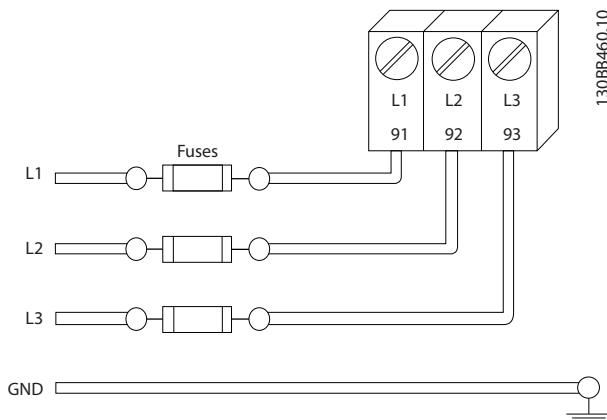

Рисунок 2.4 Предохранители преобразователя частоты
- Все преобразователи частоты должны быть оборудованы системой защиты от короткого замыкания и перегрузки по току. Для реализации такой защиты следует использовать входные предохранители, см. Рисунок 2.4. Если они не устанавливаются производителем, их должен установить специалист во время монтажа. Максимальные номиналы предохранителей см. в 10.3.1 Защита.